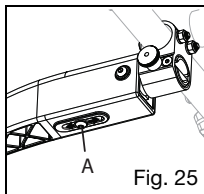

Fig. 25
2. Løsne skruen på 6 mm som er plassert på undersiden av enheten (fig. 25:A).
4. Stram den 6 mm skruen igjen (fig. 25:A). Ikke dra til for mye.